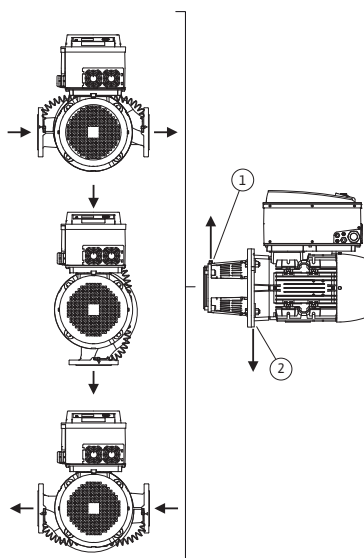
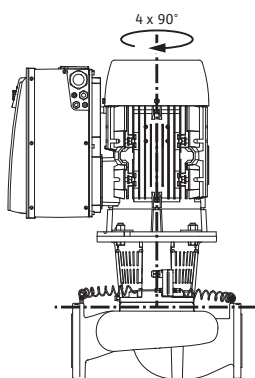

Fig. 18: Povolené montážne polohy s horizontálnym hriadelom motora
Fig. 19: Povolené montážne polohy s vertikálnym hriadelom motora
Povolené montážne polohy s horizontálnym hriadelom motora a elektronickým modulom smerom nahor (0°) sú zobrazené na Fig. 18. Nezobrazujú sa povolené montážne polohy s bočne namontovaným elektronickým modulom ($\pm 90^\circ$). Prípustná je každá montážna poloha okrem polohy „elektronický modul smerom nadol“ (-180°). Odvzdušnenie čerpadla je zabezpečené len vtedy, keď odvzdušňovací ventil smeruje nahor (Fig. 18, pol. 1). Len v tejto polohe (0°) je možné vznikajúci kondenzát cielene odvádzať cez príslušnú dieru, medzikus čerpadla, ako aj motor (Fig. 18, pol. 2). Odstráňte zátku na prírubu motora.
Povolené montážne polohy s vertikálnym hriadelom motora sú zobrazené na Fig. 19. Dovolená je akákoľvek montážna poloha, okrem „Motor smerom nadol“.
- Odvzdušňovací ventil na medzikuse (Fig. 6, pol. 1.31) musí pri horizontálnom hriadeľi motora vždy smerovať nahor (Fig. 6a: aFig. 6b:). Pri vertikálnom hriadeľi motora je povolená každá orientácia. V tejto súvislosti si pozrite aj Fig. 18: „Povolené montážne polohy s horizontálnym hriadeľom motora“ na strane 24, resp. Fig. 19: „Povolené montážne polohy s vertikálnym hriadeľom motora“ na strane 24.
- Pri horizontálnom hriadeli motora je potrebné, aby sa diera na odtekávanie kondenzátu nachádzala dole (Fig. 18, pol. 2). V prípade potreby sa musí motor zodpovedajúco otočiť.